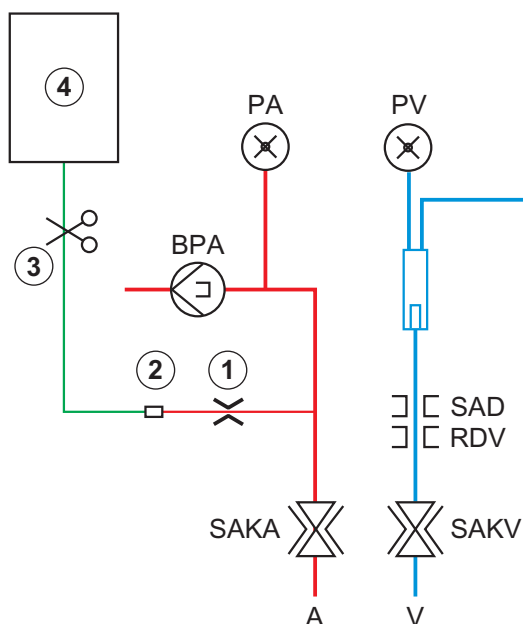

Рис. 6-10 Настройка артериального болюса
При использовании аппарата HD инфузионная трубка должна быть подключена к мешку с NaCl с помощью Y-образного соединителя системы кровопроводящих магистралей (см. Рис. 6-10 Настройка артериального болюса (151)).
3. Прикрепите инфузионный мешок, содержащий физиологический раствор (Рис. 6-10, ④), к инфузионной стойке.